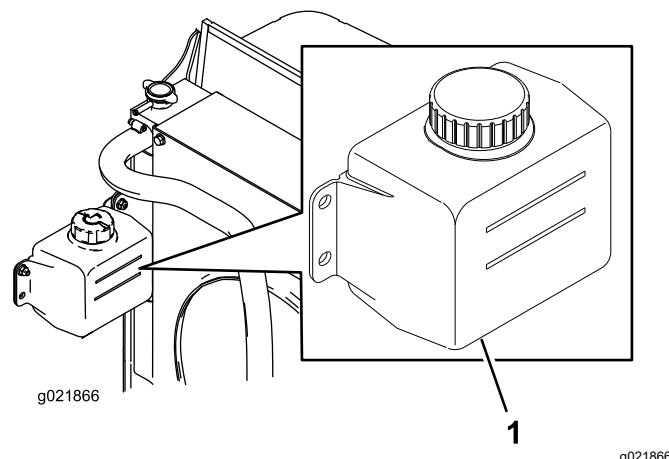

Bild 84
1. Prüfen Sie den Kühlmittelstand im Ausdehnungsgefäß (Bild 84).